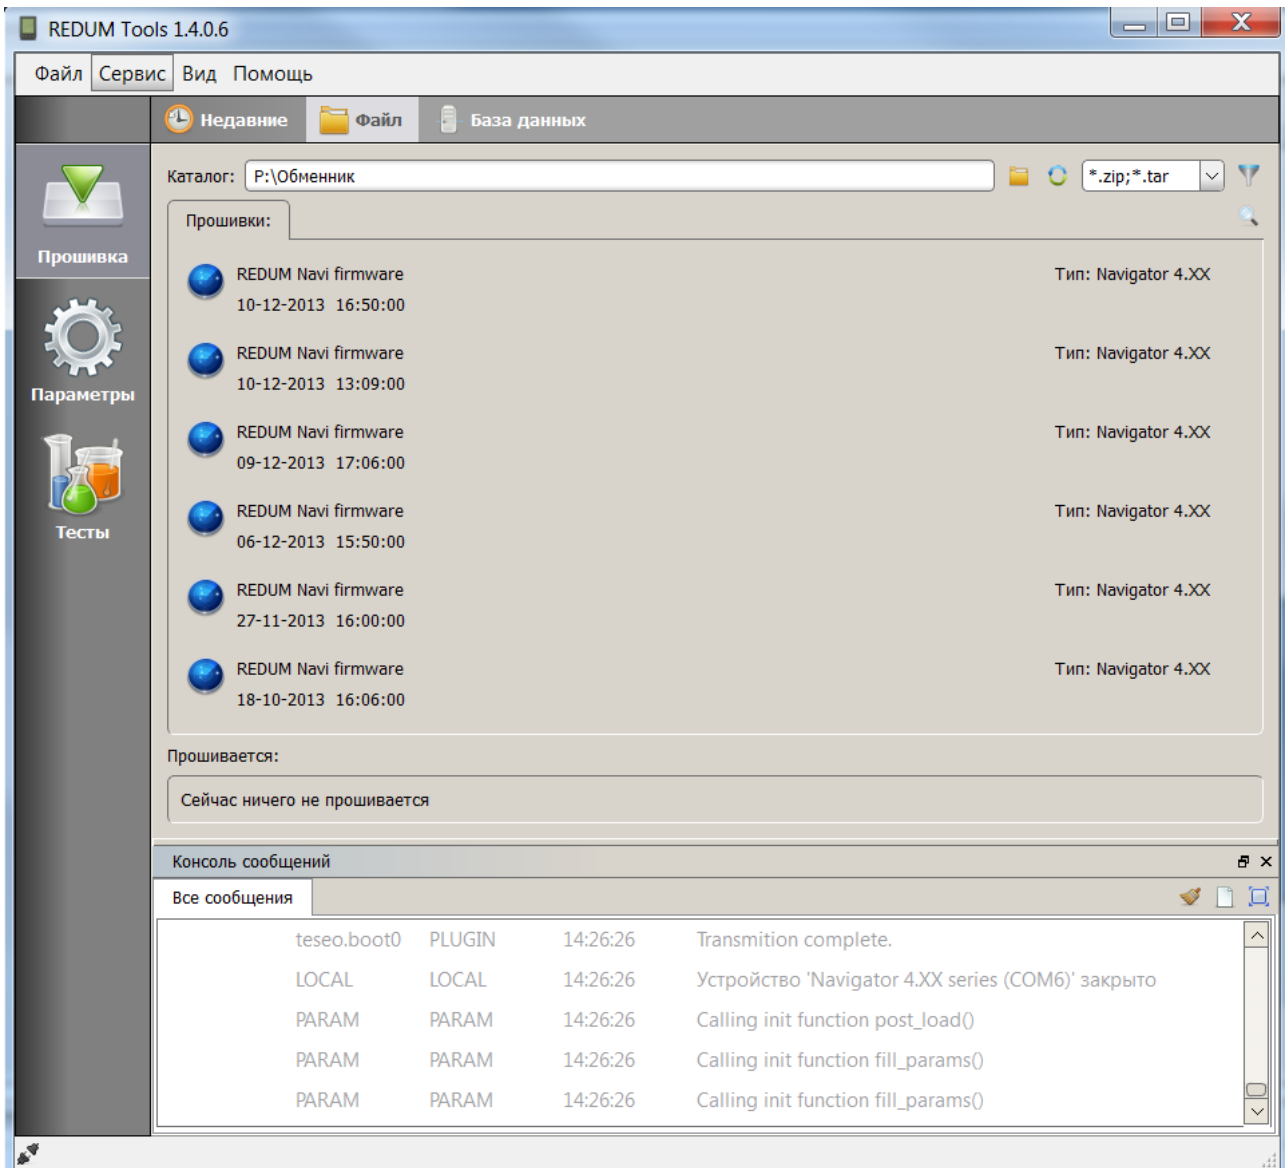

Рисунок 6 – Закладка «Прошивка»
3.3.2.3. Запустите программу «REDUM Tools», перейдите на закладку «Прошивка», рисунок 6. Для загрузки файлов прошивки в программу в поле «Каталог» укажите путь к папке, где находятся файлы прошивки.